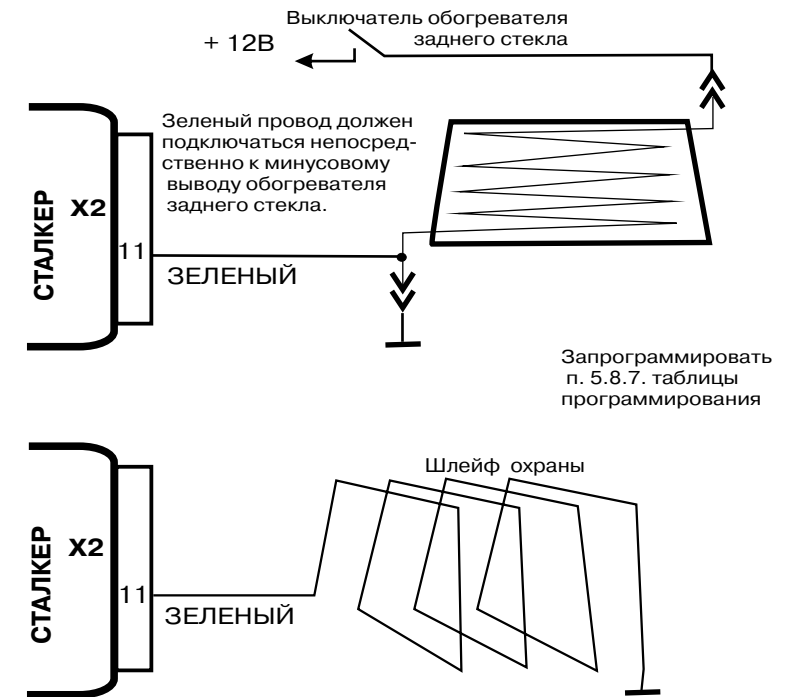

Рис. 2. Варианты подключения зоны охраны аксессуаров
5. В качестве зоны охраны можно также использовать сервисный(-) вход Х2/11 - см.рис.2.
При снятии заднего стекла злоумышленник получает доступ к аксессуарам, находящимся внутри автомобиля. Чтобы отреагировать на покушение, в автомобильном охранном комплексе СТАЛКЕР 600LAN3 предусмотрена зона охраны аксессуаров (рис.2). При предварительно запрограммированном п.5.8.7 ее срабатывание происходит в момент разрыва контакта между сервисным входом Х2/11 и -12В.